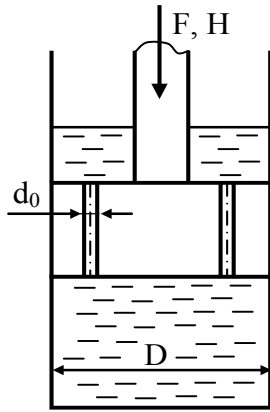

Рисунок 11.2
11.2.2 Визначити швидкість переміщення поршня вниз, якщо до його штока прикладена сила F (рис. 11.2). Поршень з діаметром D має п’ять отворів діаметром d кожний. Отвори розглядаються як зовнішні циліндричні насадки з коефіцієнтом витрати μ .